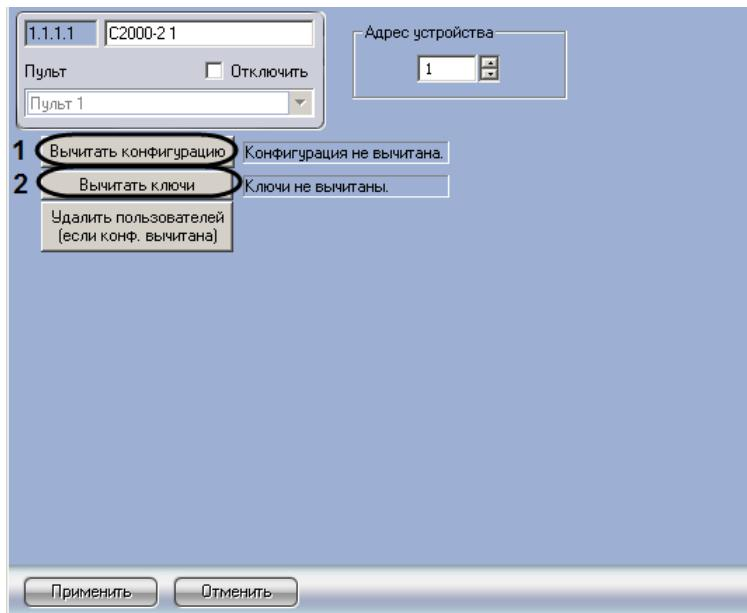

Рис. 3.3—23 Панель настроек объектов **C2000-2**, **C2000-4**
2. Перейти на панель настроек объекта **C2000-2** или **C2000-4** (Рис. 3.3—23).
3. Нажать кнопку **Вычитать конфигурацию** (см. Рис. 3.3—23, 1).